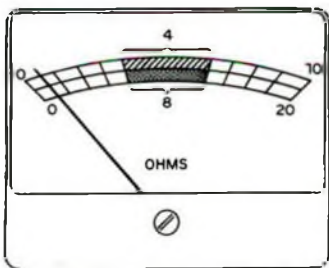

Figura 9
c) Ajuste o trim-pot P1 para que o instrumento marque mais ou menos metade da corrente de fundo de escala. Para este instrumento, sugerimos a colocação de uma nova escala com a marcação própria, conforme mostra a figura 9.